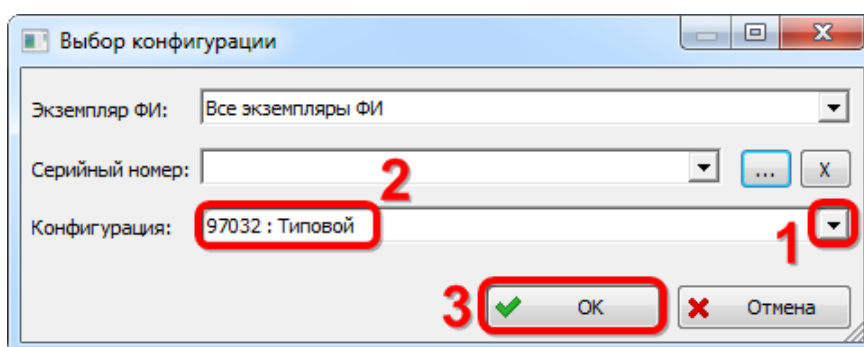

Рис. 10-227 – Окно «Выбор конфигурации»
1) Нажать кнопку «Конфигурировать» панели «Применяемость» в рабочем окне «Логистическая структура» (рис. 10-227).